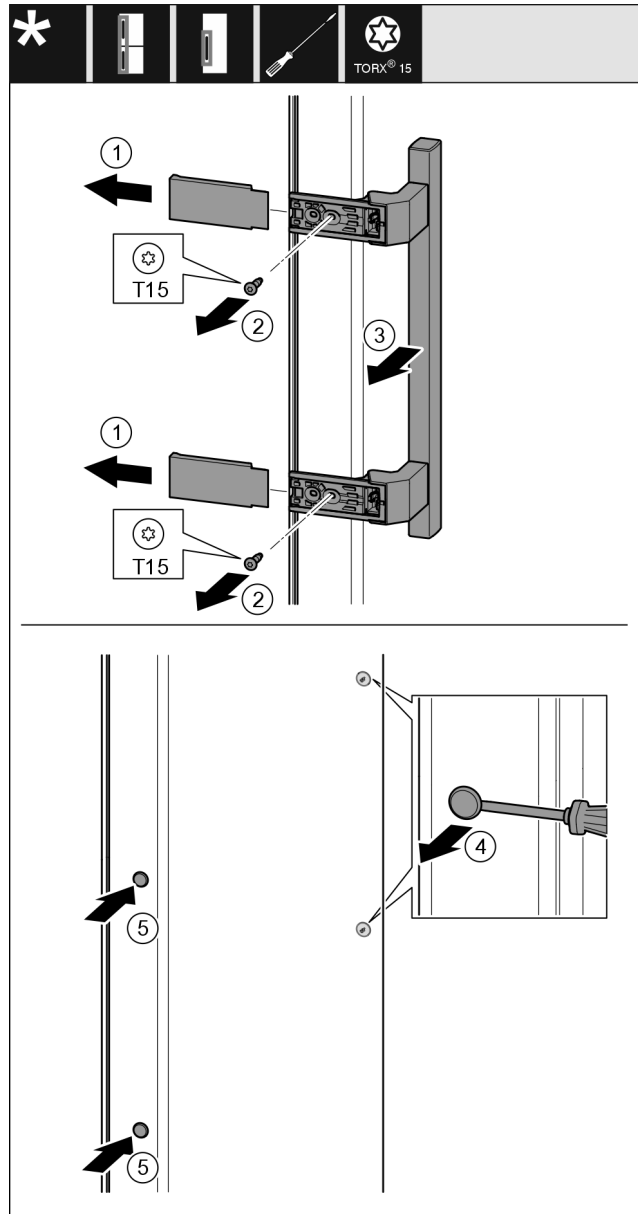

Fig. 10
- ▶ Vedä suojus irti. Fig. 10 (1)
- ▶ Kierrä ruuvit ulos Torx 15 -ruuvimeisselillä. Fig. 10 (2)
- ▶ Ota kahva pois. Fig. 10 (3)
- ▶ Nosta sivulla olevia tulppia varovaisesti uraruuvimeisselillä ja vedä irti. Fig. 10 (4)
- ▶ Aseta tulpat uudelleen toiselle puolelle. Fig. 10 (5)